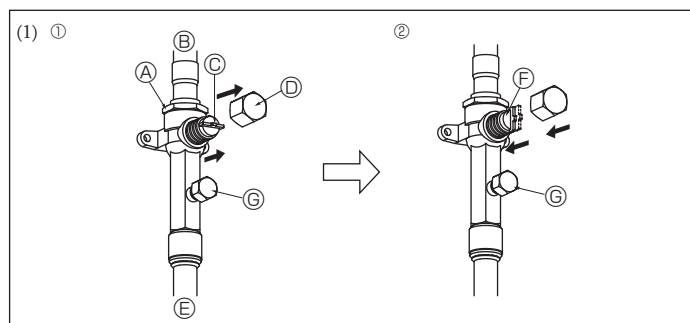

Fig. 4-12
- Համոզվեք, որ ④ ⑤ փակիչ ծորակները փակ են և մի՛ բացեք դրանք:
- ④ Հեղուկի փակիչ ծորակի և ⑤ գազի փակիչ ծորակի ⑥ օժանդակող կարճախողովակի միջոցով բարձրացրեք ճնշումը սառնագենտի խողովակաշարի մեջ:
- Եթե ճնշումը իջնում է (2) կամ (3) քայլերի ժամանակ, նշանակում է կա արտահոսք: Գտեք գազի արտահոսքի տեղը:
- Գազի կողմ (Fig. 4-12)